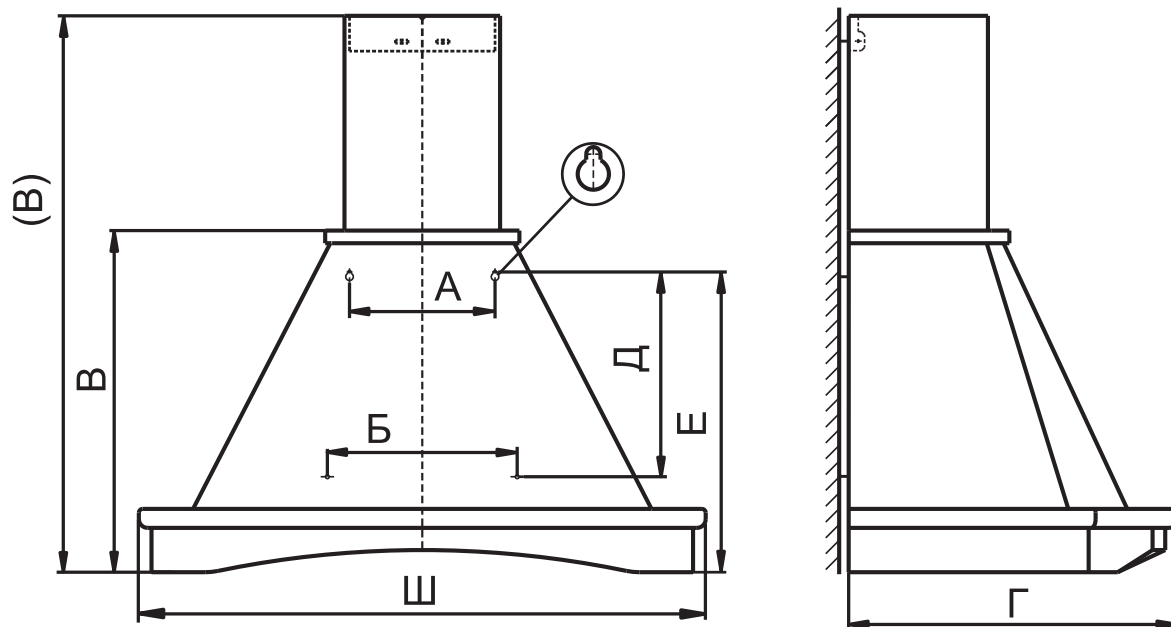

РИС. 3
(В) - высота зонта с фальштрубой (рис. 3)
6.1. Крепление вытяжного зонта: (рис. 3)